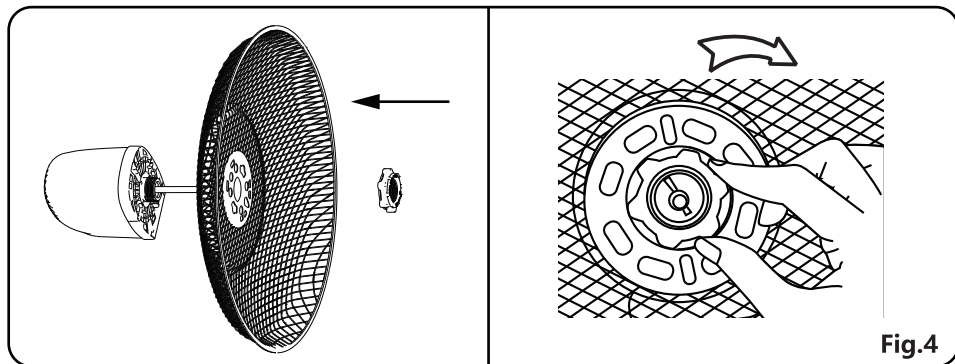

Fig.4
1. Svitare lo spinner e il dado di montaggio della protezione e rimuoverli. Collegare la protezione posteriore al motore, assicurarsi che la maniglia sia sulla parte superiore. Quindi serrare nuovamente il dado in senso orario. (Fig. 4)